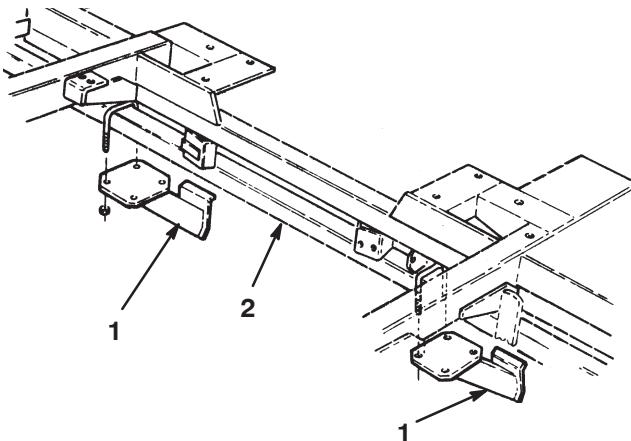

Figure 8
1. Localisez la position de fixation des amortisseurs (Fig. 8) de chaque côté du tube du châssis devant le plateau de coupe N° 1.
2. Fixez légèrement un amortisseur de chaque côté du tube de châssis, comme illustré à la Figure 8, au moyen d'étriers filetés et de contre-écrous.